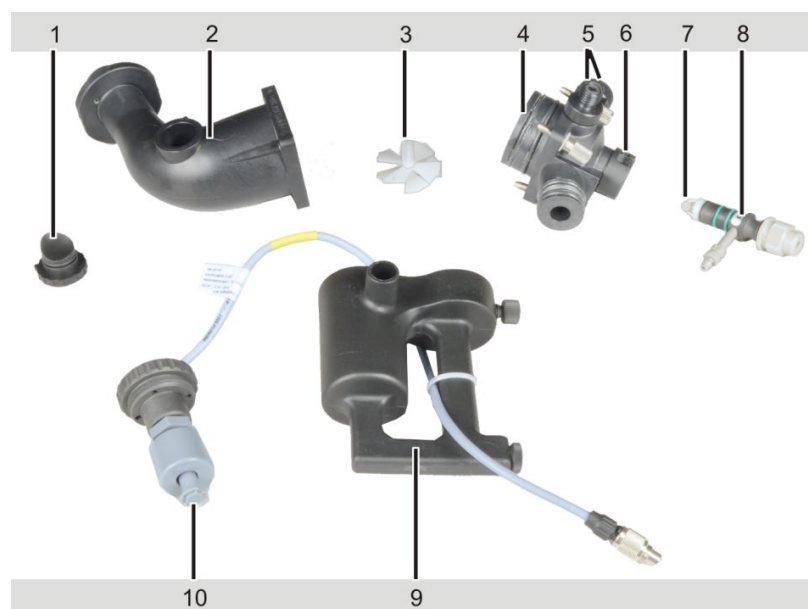
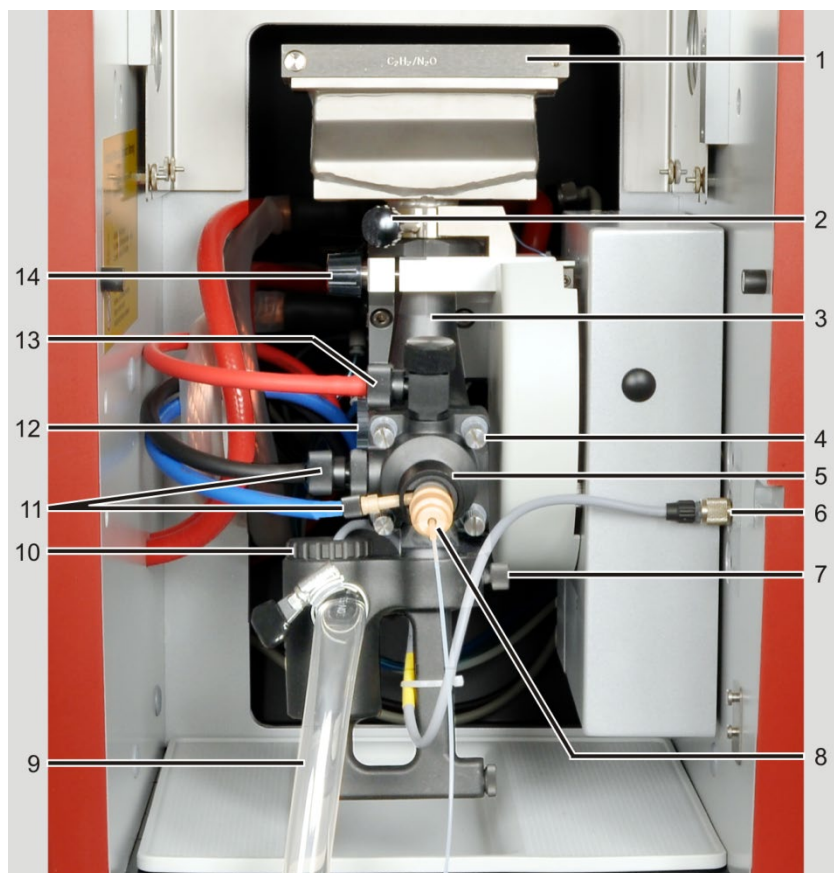
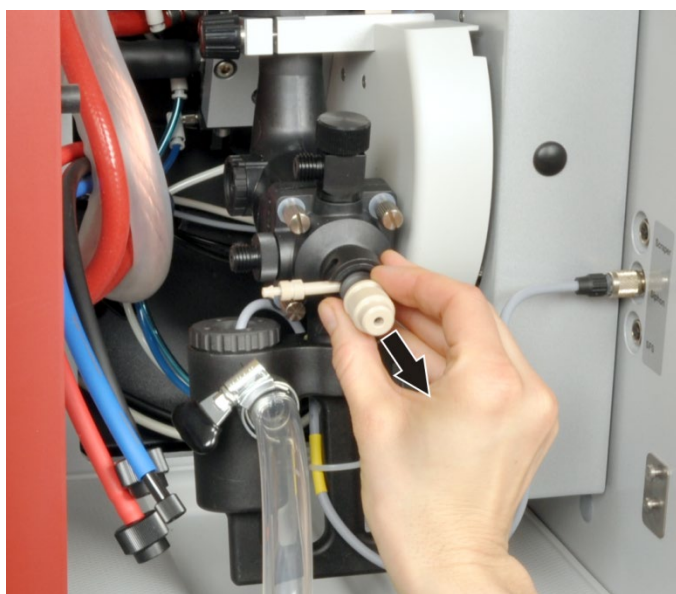

Fig. 54 Cámara de mezcla y pulverizador desensamblados para la limpieza
Fig. 55 Sistema mechero-pulverizador
Fig. 56 Extracción del pulverizador de la cámara de mezclas
1. Afloje el tornillo de bloqueo (2 en Fig. 55, pág.103) en el mechero y retire el mechero de la base.
2. Desenrosque las uniones roscadas de mangueras de la cabeza de la cámara de mezcla y del pulverizador (11, 13 en Fig. 55) y retire la manguera de aspiración de muestras del pulverizador.
3. Gire el anillo de bloqueo del pulverizador (5 en Fig. 55) para que se abra el cierre. Extraiga el pulverizador de la cámara de mezcla sujetándolo de la ranura (Fig. 56).
4. Desenrosque y retire el cable del sensor del sifón de la conexión en la pared del compartimento de muestras (6 en Fig. 55).
5. Retire la manguera de desagüe de la boquilla de desagüe del sifón (9 en Fig. 55). Para ello, suelte la abrazadera de la manguera.
6. Afloje el tornillo de tope del sifón (7 en Fig. 55) y extraiga el sifón hacia abajo. Vacíe el sifón.
7. Desenrosque la pieza del sensor del sifón, saque el sensor del sifón (10 en Fig. 54).
8. Sujete el sistema, desatornille el tornillo moleteado en el estribo de sujeción del tubo de la cámara de mezcla (14 en Fig. 55), mueva el estribo de sujeción hacia atrás y extraiga el sistema.
9. Retire el tapón de seguridad (1 en Fig. 54) de la cámara de mezcla.
10. Afloje las cuatro uniones roscadas de la cámara de mezcla (4 en Fig. 55) y desarme la cámara de mezcla en sus piezas (cabezal y tubo de cámara).
11. Saque la aleta mezcladora (3 en Fig. 54) del tubo de la cámara.
12. Desenrosque las conexiones de gas para gas de combustión y oxidante adicional (5 en Fig. 54) de la cabeza de la cámara de mezcla.
1. Gire ligeramente la bola de impacto (7 en Fig. 54, pág. 102) y extráigala del pulverizador. Si la bola de impacto está atascada, trate el pulverizador en un baño ultrasónico con agua ultrapura durante unos minutos.
2. Sujete la aleta mezcladora por el mango (3 en Fig. 54 pág.102) y colóquela en el tubo de la cámara de mezcla. Fíjela ejerciendo una ligera presión.
3. Conecte las piezas de la cámara de mezcla (tubo y cabezal), alinee los lados y atorníllelas (2,4 en Fig. 54). Comprobar la posición correcta de los anillos obturadores.
4. Enrosque el sensor del sifón (10 en Fig. 54, pág. 102) en el sifón. Introduzca el sifón en el cabezal de la cámara de manera que la boquilla de desagüe esté dirigida hacia abajo. Fije el sifón con el tornillo de tope (7 en Fig. 55).
5. Coloque el tapón de seguridad (1 en Fig. 54) en el tubo de la cámara.
6. Enrosque las conexiones para gas de combustión y oxidante adicional (5 en Fig. 54) en el cabezal de la cámara de mezcla con anillos obturadores.
7. Introduzca el pulverizador (8 en Fig. 54) en el cabezal de la cámara y fíjelo con el anillo de bloqueo (6 in Fig. 54).
8. Fije el sistema pulverizador-cámara de mezcla en la unidad de ajuste de altura en el compartimento de muestras con ayuda del estribo de sujeción (14 en Fig. 55).
9. Inserte el cable del sensor del sifón (6 en Fig. 55) en la conexión en la pared lateral del compartimento de muestras (prestar atención a la lengüeta) y atorníllelo.
10. Inserte la manguera de desagüe en la boquilla de desagüe del sifón (9 en Fig. 55). Fije con la abrazadera de manguera. Introduzca la manguera de desagüe en la botella de residuos con pendiente continua.
12. Coloque el mechero en el tubo de la cámara de mezcla y gírelo a la posición de 0°. Fíjelo con el tornillo de bloqueo (2 en Fig. 55).
13. Enrosque la manguera para gas de combustión (roja) en la boquilla arriba en la cabeza de la cámara de mezcla (13 en Fig. 55).
14. Enrosque la manguera para oxidante (azul) en la boquilla del pulverizador (11 en Fig. 55).
15. Enrosque la manguera para oxidante adicional (negra) en la boquilla a un lado de la cámara de mezcla (11 en Fig. 55).